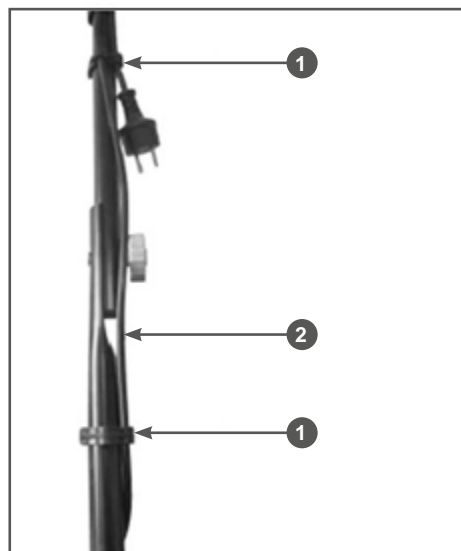

Рис. 6 Крепление кабеля включения
- Закрепить кабель включения 2 фиксаторами 1 (Рис. 6).